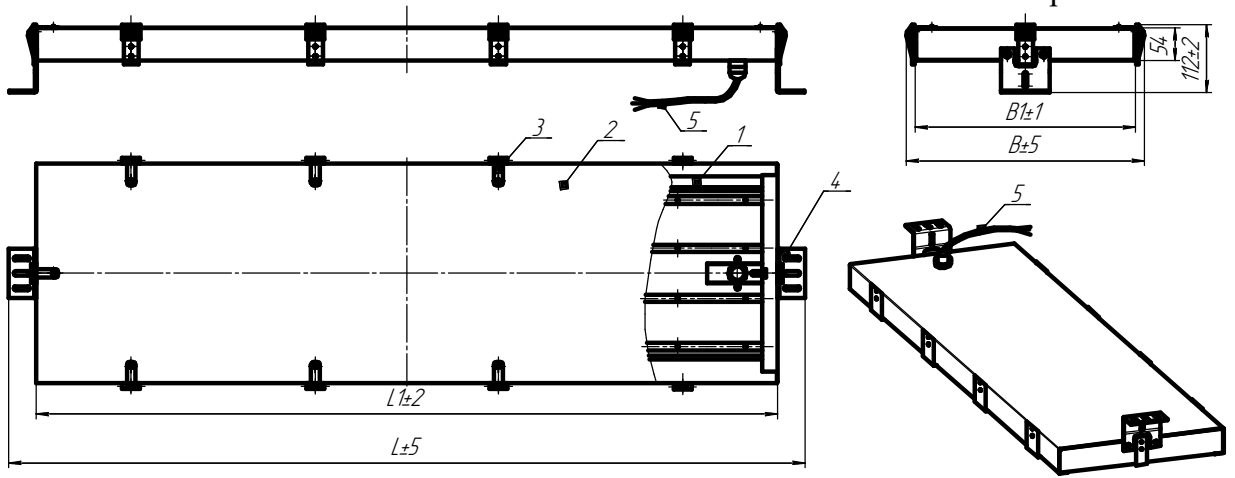
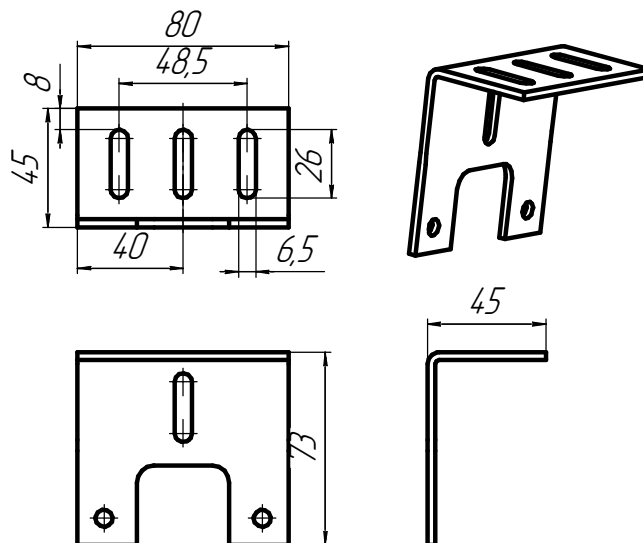

Рисунок 1
Рисунок 3. Скоба подвеса
4.1 Светильник состоит из корпуса в сборе (см. Приложение А, рис.1 поз.1), в котором выполнен монтаж электрической схемы светильника, стекла в сборе поз.2, соединенное с корпусом при помощи защелок (поз.3); скоб крепления 2 шт (поз.4, размеры см рис.3); сетевого кабеля для подключения к сети питания (поз.5),